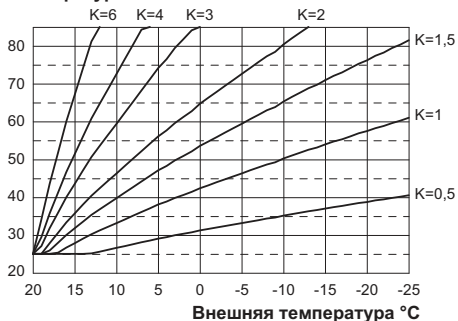
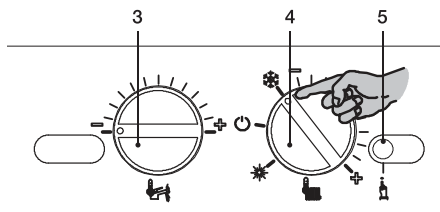
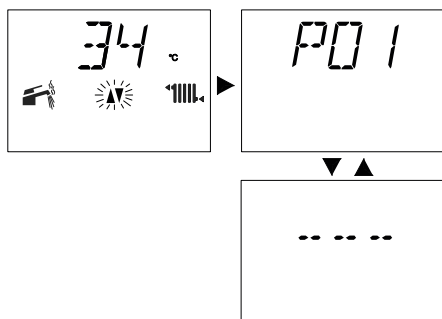

Рисунок 5.26
Рисунок 5.27
Рисунок 5.29
При подключении внешнего датчика с целью оптимизации температуры отопления данный параметр необходимо настроить с учетом производительности системы (Рисунок 5.26).
Например, чтобы обеспечить в системе отопления температуру нагнетания, равную 60 °C, когда внешняя температура равна -5 °C, необходимо установить коэффициент К на 1,5 (пунктирная линия, см. Рисунок 5.26).
- Установите регуляторы 3 и 4 так, как показано на следующем рисунке (см. Рисунок 5.27).
- Чтобы настроить коэффициент К (см. Рисунок 5.26), войдите в режим программирования, нажав и удерживая в течение 15 с кнопку сброса 5 (Рисунок 5.27), пока на ЖК-дисплее не появится параметр P01. На ЖК-дисплее последовательно отобразятся следующие символы (параметр P01 будет загораться поочередно). Рис. 5.29
- Нажмите кнопку сброса 5 (Рисунок 5.27) и пролистайте параметры, пока не дойдете до параметра P15, предназначенного для настройки коэффициента К. На ЖК-дисплее последовательно отобразятся следующие символы (параметр P15 будет загораться поочередно с 00). см. рис. 5.30